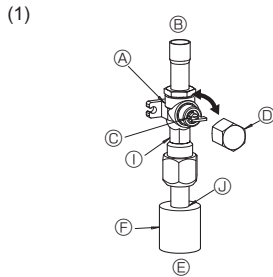
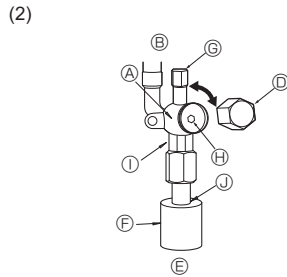

Fig. 4-6
Fig. 4-7
- (1) Lado del gas de ZRP100-140 (Fig. 4-6)
- ① Quite la tapa, tire de la manivela hacia usted y gire 1/4 de vuelta hacia la izquierda para abrir.
- ② Cerciórese de que la válvula de parada esté completamente abierta, empuje la manivela y enrosque la tapa en su posición original.
- (2) Lado de líquido de ZRP100-140 y lado del gas/líquido de ZRP35-71 (Fig. 4-7)
- ① Abra la tapa y gire la varilla de válvula hacia la izquierda hasta su tope, utilizando una llave hexagonal de 4 mm. Deje de girar cuando llega al tope. (ø9,52: Aproximadamente 10 revoluciones)